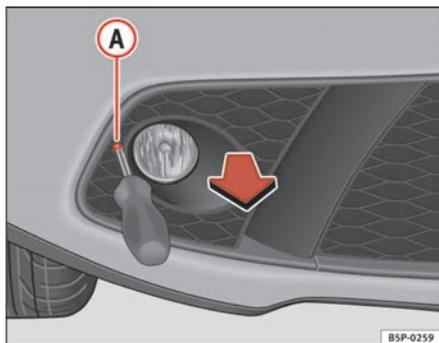

Fig. 205 Acesso alojamento argola do reboque
- Desenrosque o parafuso **A** ⇒ fig. 205.